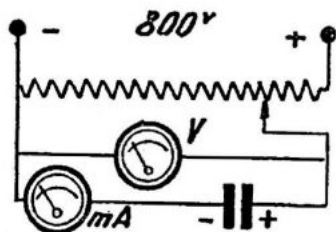

FIG. 5. — Mesure du courant de fuite.
En parlant de la constitution, nous avons dit armature positive et armature négative. Il y a donc une certaine polarité à respecter. En effet, c'est là la différence essentielle des condensateurs électro-chimiques et des condensateurs au papier. Après la fabrication, un condensateur électro-chimique doit être formé, c'est-à-dire on le branche à une source d'électricité et il se produit dans la matière entreposée entre les deux armatures, le phénomène d'électrolyse. La composition des éléments chimiques se trouve déplacée. Sur l'électrode positive apparaît une couche extrêmement mince d'oxyde d'aluminium. Le condensateur est constitué (2). Sous un faible volume, sa capacité peut atteindre des dizaines de microfarads. Mais ses caractéristiques ne sont pas bien définies; elles sont essentiellement variables en fonction des différents facteurs. Sa capacité varie tout d'abord avec la température. Pour une variation de 80° , celle-ci peut varier de plusieurs microfarads. D'autre part, suivant la tension appliquée aux deux électrodes, un courant va passer à travers le condensateur; on appelle ce courant, courant de fuite. En fonctionnement normal, c'est-à-dire quand la tension ne dépasse pas la valeur de la tension indiquée, ce courant est de l'ordre de 0,05 à 0,1 mA par microfarad, mais dès qu'on dépasse cette tension ce courant monte rapidement et peut provoquer la détérioration du condensateur. La vérification du courant de fuite du condensateur électro-chimique est assez facile, il suffit pour cela de disposer d'une source de tension en courant continu suffisamment élevée, d'un voltmètre, d'un milliampèremètre et de résistances variables (fig. 5). Un bon
(1) On coule ensuite du brai ou de la paraffine, on place la pièce de passage en matière moulée, laquelle est emboutie. Dans certains condensateurs, on remplit l'espace entre le bobinage (armatures, isolant) et fermeture avec du coton.
(2) Comme les soupapes électrolytiques, le condensateur électro-chimique laisse passer le courant dans un sens. Il est donc impossible de s'en servir pour les courants alternatifs. Une autre particularité, c'est une très faible tension entre ces bornes. On ne peut pas donc l'utiliser pour le découplage de grille dans les amplificateurs BF sensibles. La quantité d'énergie est très faible, mais la décharge est assez nette.